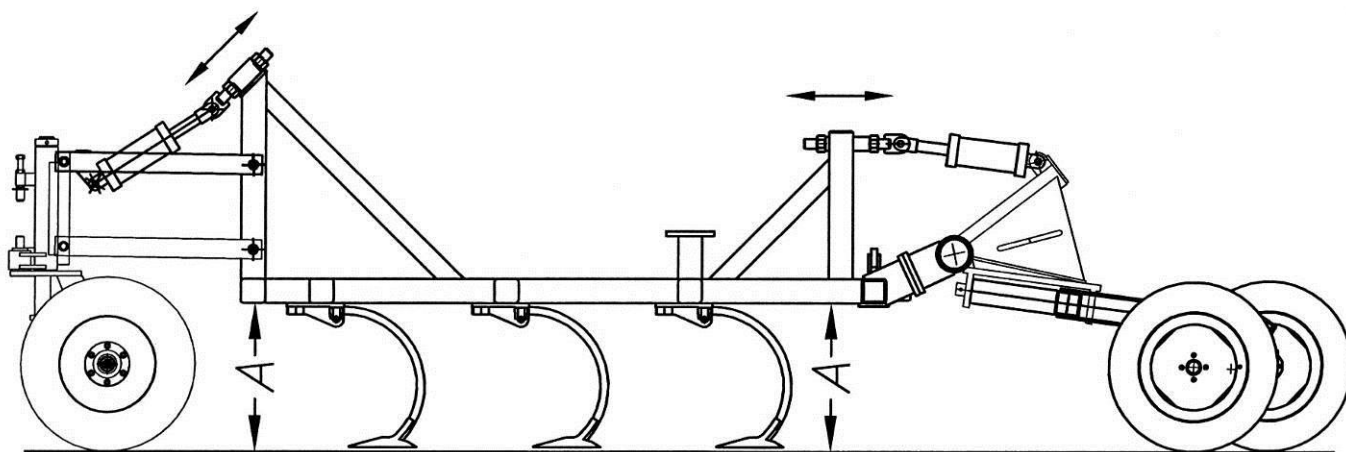

Рис. 6.4.9. Регулировка уровня боковых рам
4. Подтягивая или опуская гайки на передних и задних регулировочных болтах боковых рам, установить все сошники посевного агрегата на одном уровне от земли, т. е. на уровне сошников главной рамы. Пользоваться ключом в размер 55 мм (60мм с 2012г) (рис. 6.4.9).
Примечание. Регулировку уровня рам можно проводить также, измеряя расстояние A от самой рамы до земли спереди и сзади (рис.6.4.9).